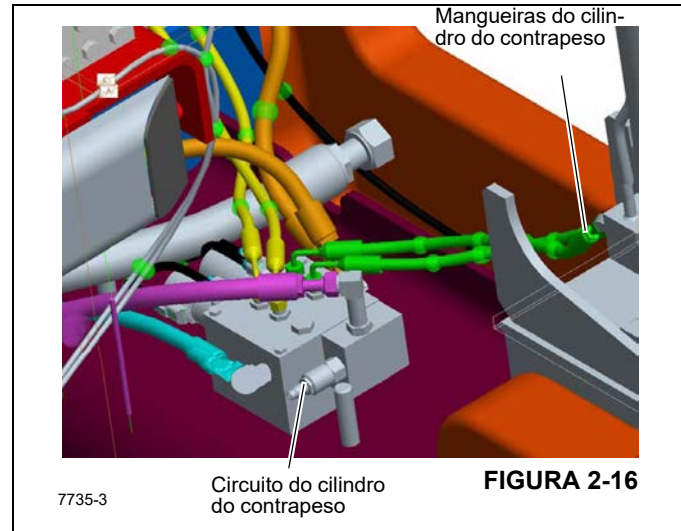

FIGURA 2-16
1. O circuito do cilindro do contrapeso tem uma válvula de redução única no coletor de remoção do contrapeso com um ajuste de 121 bar (1750 psi) conforme mostrado na Figura 2-16.